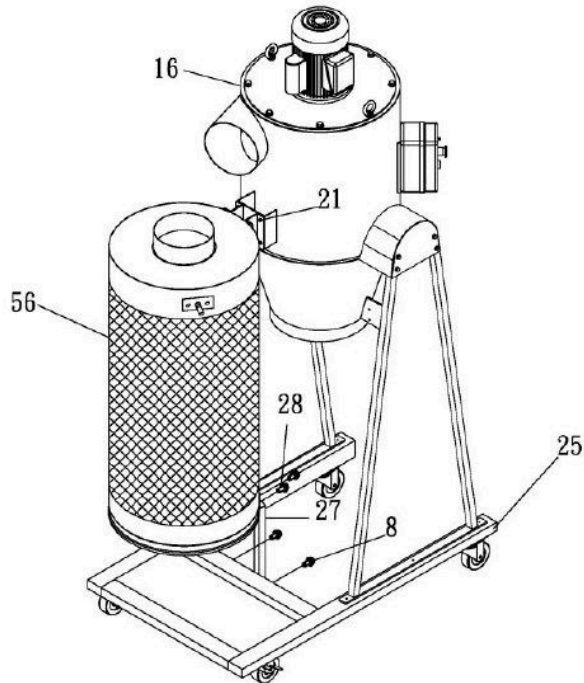

Рисунок 5.
Шаг 5-1. Закрепите опору жестяного фильтра (27) на основании (25) при помощи болтов 5/16"x3/4" (8). См. рис. 5.
Шаг 5-2. Установите жестяной фильтр (56) на главный корпус (16) и опору жестяного фильтра (27) при помощи болтов 5/16"x1/2" (21) и болтов 1/4"x3/8" (28). См. рис. 5.